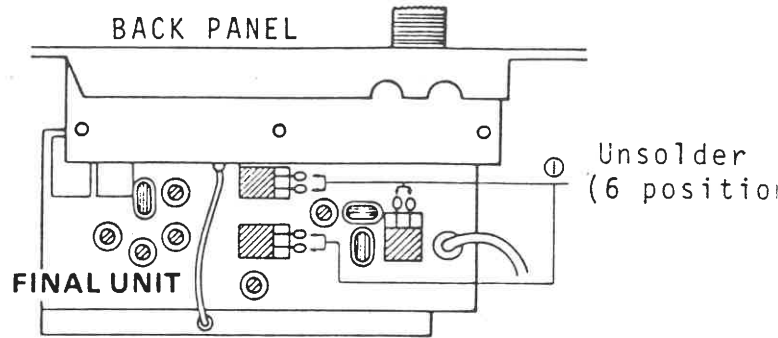

Fig. 9
- 1) Unsolder 6 wires on TR₁-----Fig 9